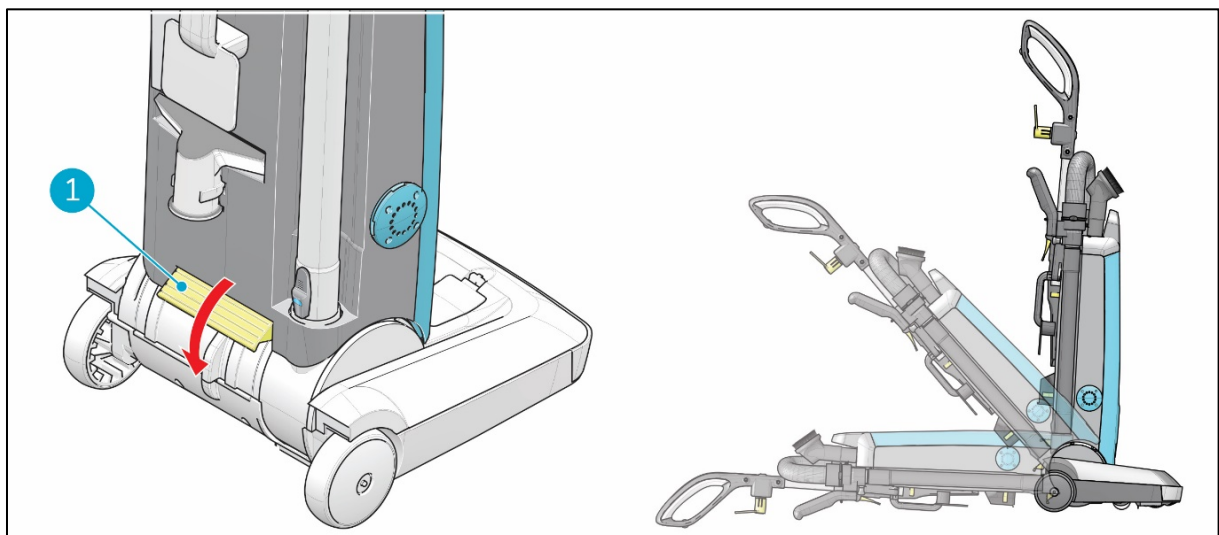

Figura 16
1. Pulsa el conmutador de posición (Figura 16, pos. 1) para liberar el cuerpo principal de la i-vac 30UR de su posición vertical.